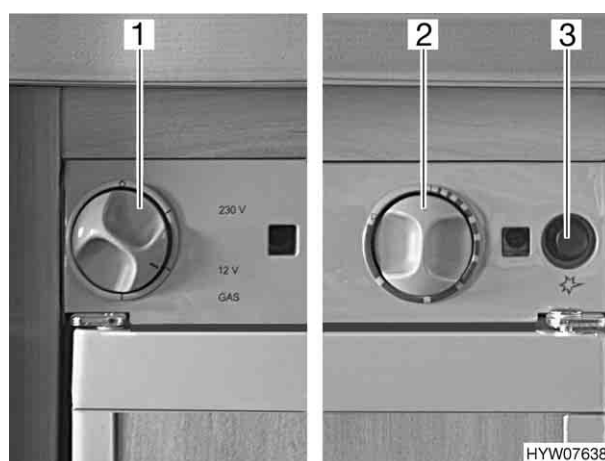

Fig. 98 Elementi di comando del frigorifero
- Posizionare il selettore di energia (Fig. 98,1) su "GAS".
- Premere il pomello girevole (Fig. 98,2) e tenerlo premuto. L'alimentazione di gas è ora aperta.
- Premere l'interruttore di accensione (Fig. 98,3) finché la fiamma non è visibile nella finestra di controllo (in basso a sinistra nel frigorifero).
- Tenere premuto il pomello girevole (Fig. 98,2) per altri 10 - 15 secondi, poi rilasciarlo.
- Posizionare il selettore di energia (Fig. 98,1) su "O". Il frigorifero è spento.
- Posizionare il selettore di energia (Fig. 98,1) su "230 V". L'indicazione di funzionamento diventa verde.
- Impostare la temperatura di refrigerazione con il pomello girevole (Fig. 98,2).
- Posizionare il selettore di energia (Fig. 98,1) su "12 V". L'indicazione di funzionamento diventa verde.